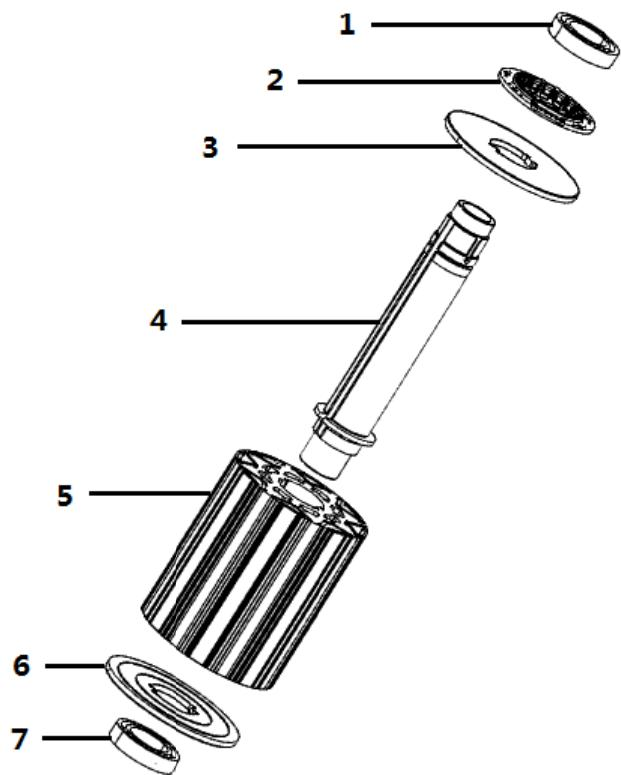

图6
从轴上拆轴承时，应使轴承内圈均匀受力；从轴承室拆轴承时，应使外圈受力均匀。热套的轴承因过盈量大，不允许改用冷拆办法。因为这样做不但拆卸困难，同时也会损伤轴承配合精度，增大轴承噪声，所以必须采用热拆法。轴承见图 6 中 (1)、(7)。